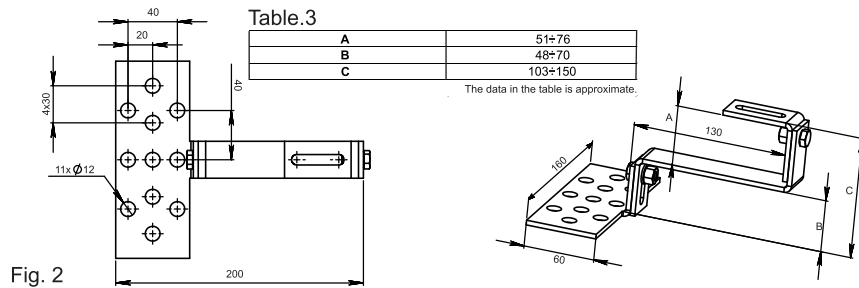

Fig. 2
For installation on a sloped roof of flat solar collectors models Classic R is used a bearing bracket (Fig. 2), composed by the following elements: L-shaped bar (6), base (7) and S-shaped bar (8) shown on Fig. 4.
La ménsula de soporte (fig. 2). Ella se compone de los elementos siguientes: la placa en forma de L (6), base (7) y placa en forma de S (8) que están diseñadas en la figura (4).